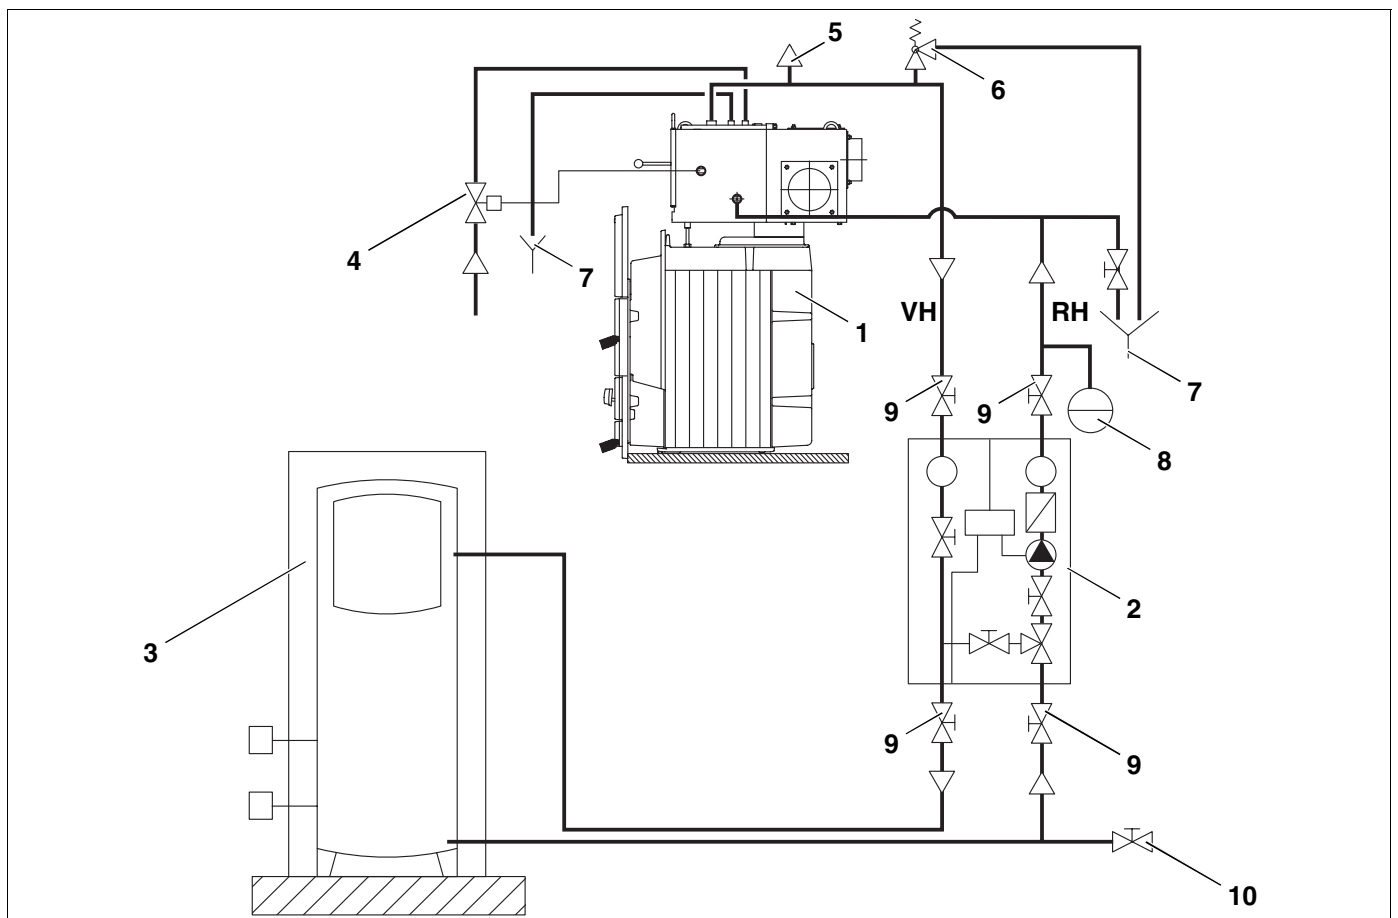

Abb. 10 Anschlussschema
- Vor- und Rücklauf nach Anschlussschema (Abb. 10) anschließen.